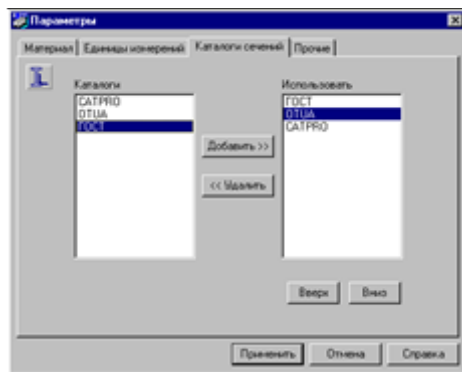

Рис. 2-7
2.3.3. Страница Каталоги сечений (Рис. 2-7) позволяет рассмотреть список имеющихся в системе каталогов металлопроката и отобрать для